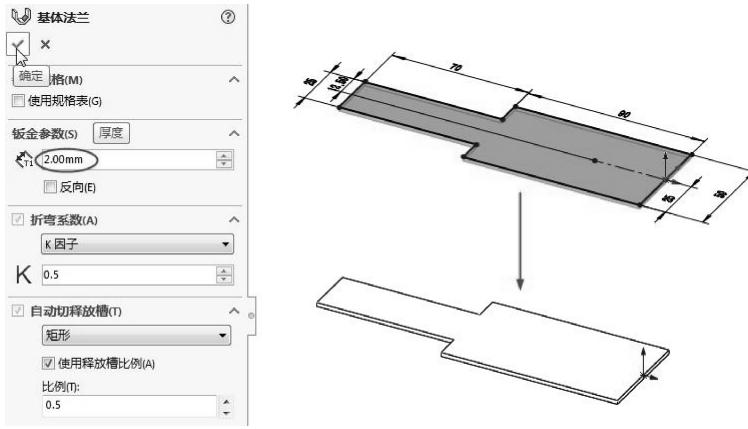

图 6-47 生成基体法兰
- 03 生成基体法兰。单击【钣金】选项卡中的【基体法兰/薄片】按钮，在弹出的【基体法兰】属性面板中输入钣金厚度值为 2mm，其余参数采用系统默认设置，完成钣金基体法兰创建，如图 6-47 所示。